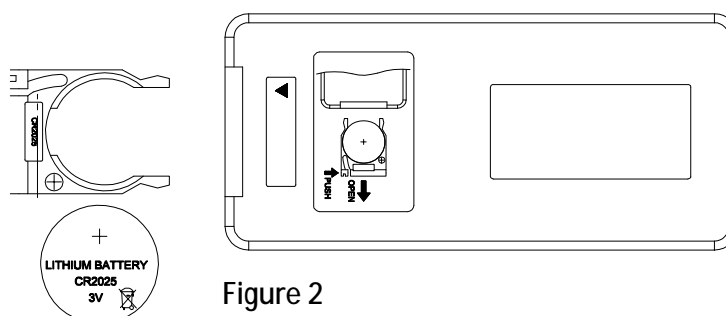

Figure 2
2. Le numéro de la pile est le CR2025. L'un des côtés de la pile présente un relief et l'autre est plat. (Figure 2)